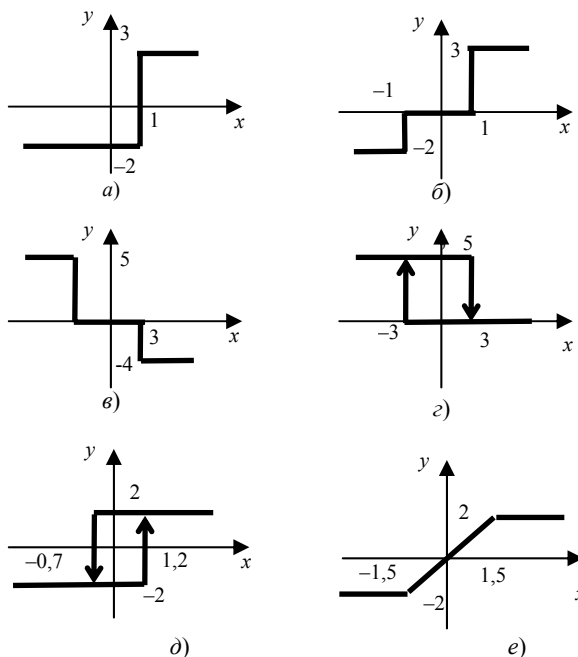

Рис. 1.2
2. Разработать приложение на языке FBD, реализующее звено со статической характеристикой, показанной на рис. 1.2.